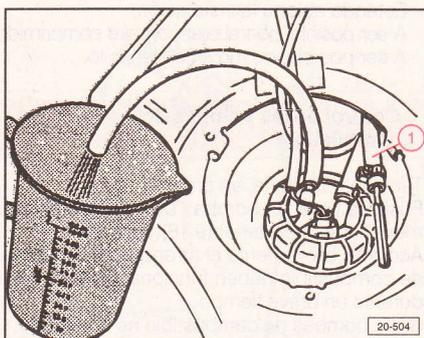

Fig. 4.53
Sacar la tubería de afluencia de combustible (1) (negra) y obturarla (Fig. 4.53).